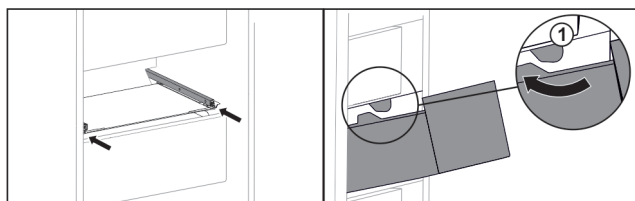

Fig. 38
- ▶ Guider le tiroir en contournant les butées Fig. 38 (1).